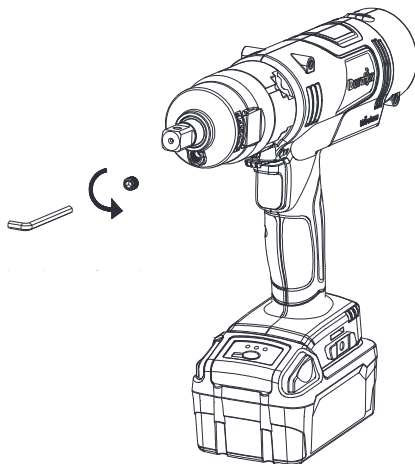

FIG. 3
2. Utilisez une clé Allen (4,0 mm) pour desserrer l'écrou dans le sens inverse des aiguilles d'une montre. (FIG. 3)